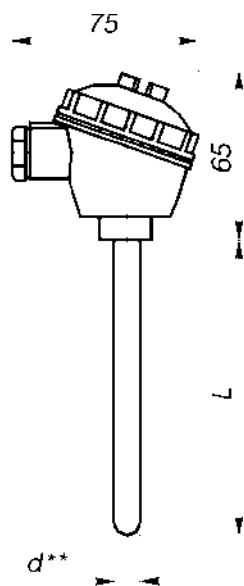

Рис. 13.
(ост.см.рис.13)
** Диаметр защитной арматуры d , мм (для рис. 13, 14, 15)
| 13*, 16 по рис. 13 | 6. Количество чувствительных элементов (ЧЭ) |